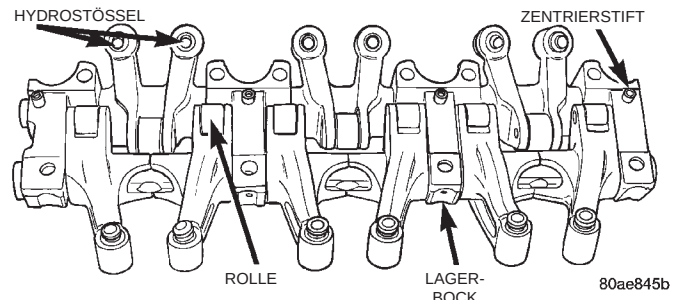

Abb. 107 Kipphebel und Welle zusammenbauen
(1) Kipphebel und Lagerböcke einbauen.
(2) Paßstifte einsetzen (Abb. 107). Die Paßstifte reichen durch den Lagerbock bis zu den Kipphebelwellen der Auslaßventile. Die Paßstifte sollten soweit eingepreßt werden, bis sie gegen die Kipphebelwelle im Lagerbock stoßen.